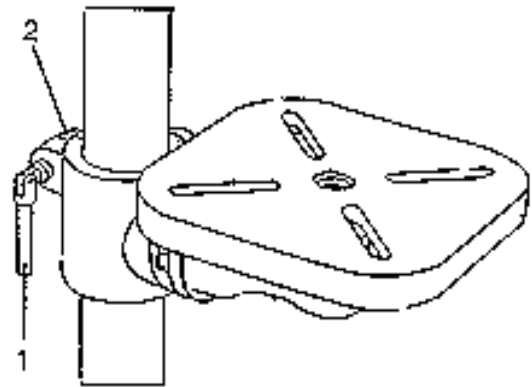

Fig. 8
10. Introduisez le levier d'arrêt de la colonne (1) dans le bras de fixation de la table (2) (Fig. 8).